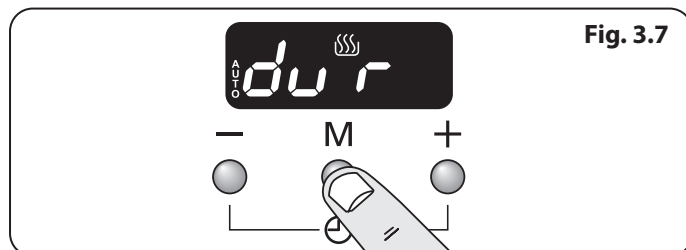

Fig. 3.7
1. Appuyer sur le bouton mode [M] jusqu'à ce que l'écran clignote (dur) (**Fig. 3.7**). Puis sélectionner la « cuisson » à l'aide des boutons [+] ou [-].